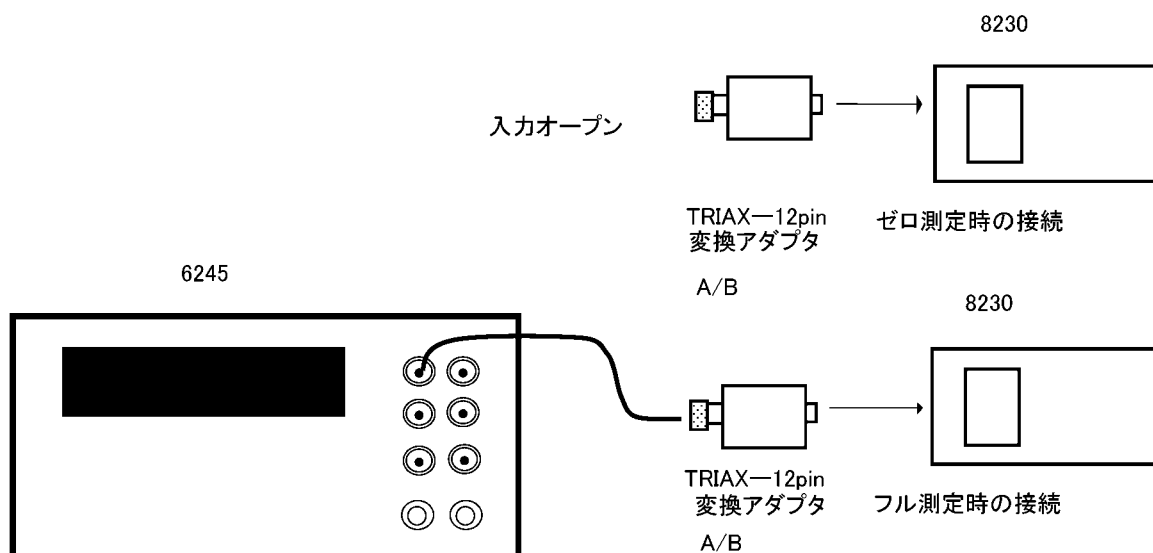

図 7-2 電流測定校正の接続図
1. 図 7-2 電流測定校正の接続に従って接続を行います。